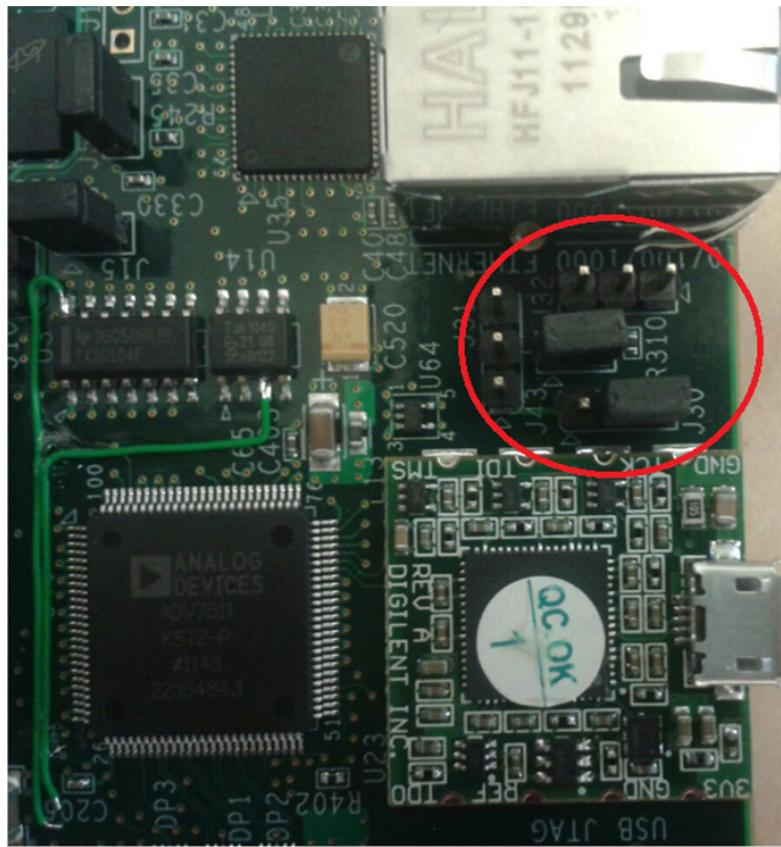

図 5-3: ジャンパー J30 および J43 の変更
4. 図 5-3 のようにイーサネットジャンパー J30 および J43 を変更します。